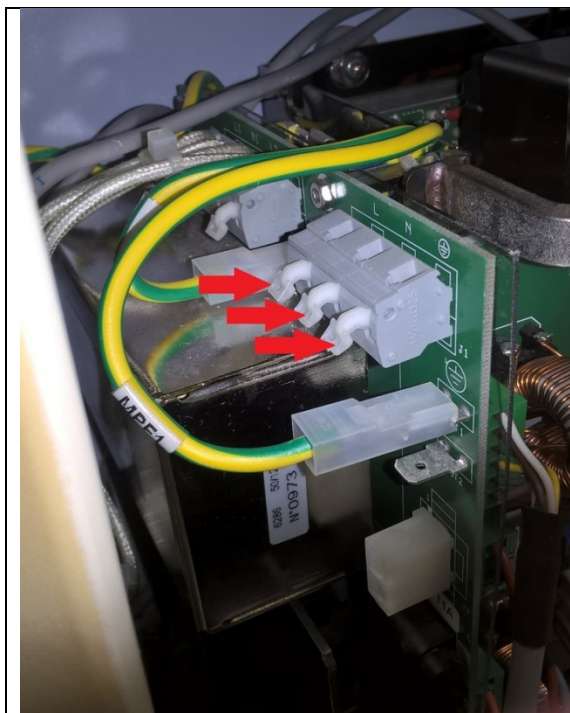
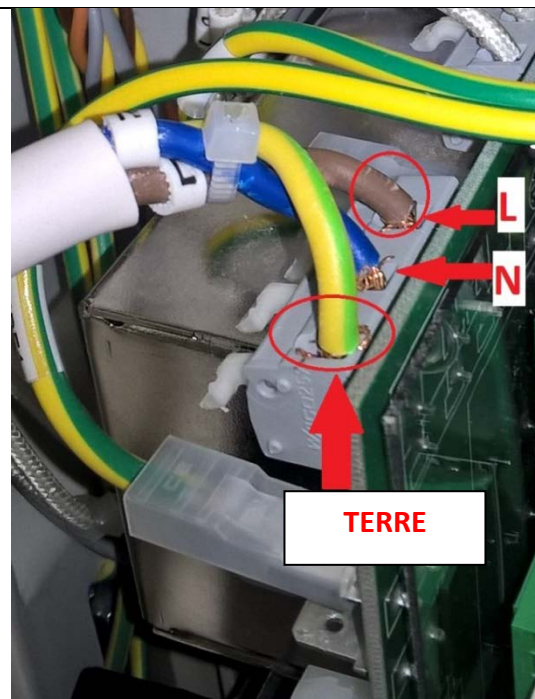

Fig. 19
Fig. 20
17. Connectez les trois brins du câble d'alimentation au bornier en abaissant les leviers pour insérer les fils. (**Fig. 19** et **Fig. 20**). Vérifiez que les fils sont correctement positionnés dans les bornes en tirant délicatement sur chacun pour confirmer qu'il est bien maintenu par le bornier.